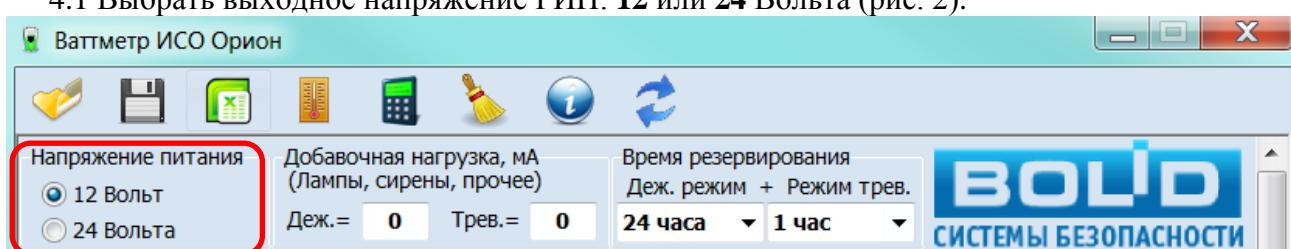

Рисунок 2. Выбор напряжения питания
- 4.1 Выбрать выходное напряжение РИП: **12** или **24** Вольта (рис. 2).